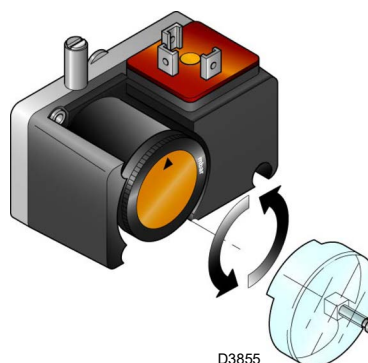

Fig. 36
- Régler le pressostat gaz seuil minimum (Fig. 36) en début d'échelle.
Effectuer le réglage du pressostat gaz seuil minimum (Fig. 36) après avoir réglé le brûleur, les vannes de gaz et le stabilisateur de rampe.